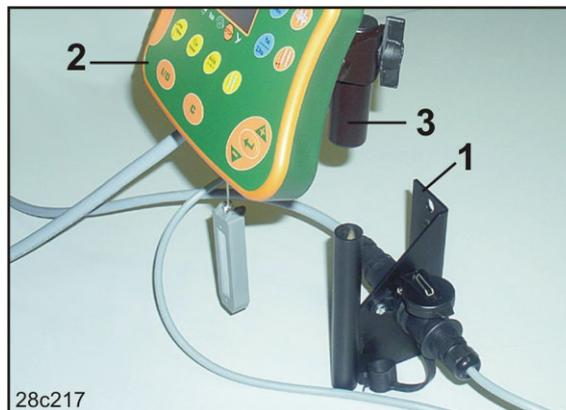

図 11
1. コンソール (図 11/1) は振動の影響を受けないように、そして導電性を考慮して、トラクターキャビン内のドライバー右側の、端末 (図 11/2) から視覚的に遮られることのない、容易に手が届く位置に取り付けます。
2. 操作端末に連結パーツ (図 11/3) を装着します。